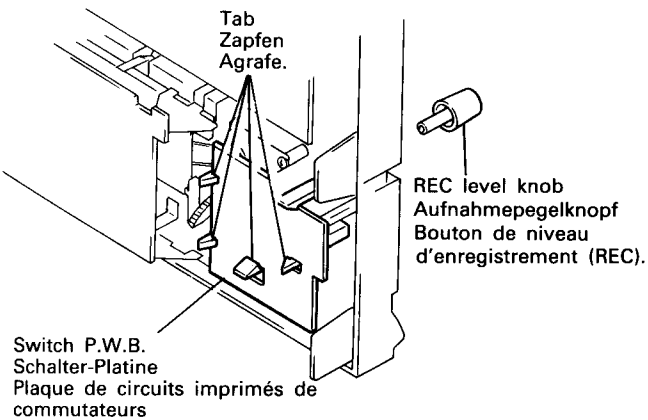

Fig. 7 Abb. 7
7. **Schalter-Platine (Abb. 7)**
7. Plaque de circuits imprimés de commutateurs (Fig. 7)